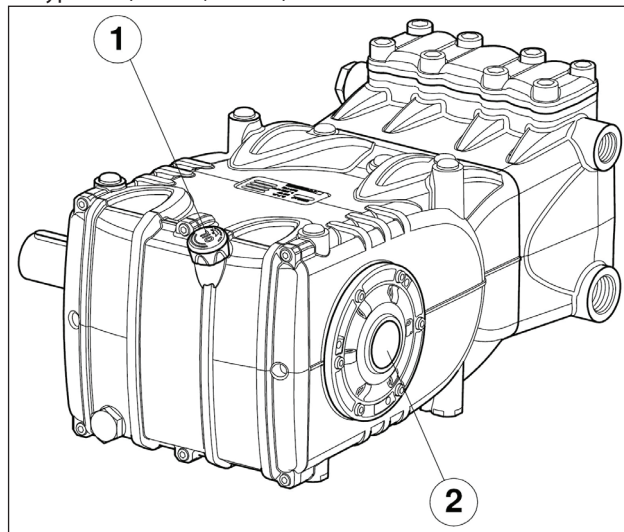

Рис. 14
5. Масло в картере насоса находится на нужном уровне, проверьте его при помощи специального щупа (Рис. 14, поз. ①), в крайнем случае - при помощи индикатора уровня (Рис. 14, поз. ②).